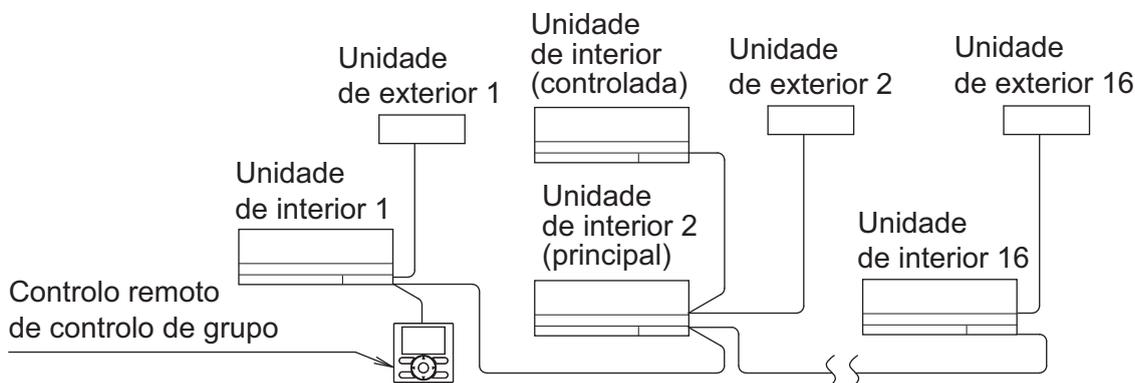

Fig. 28
- Ao utilizar como uma unidade par ou como unidade principal para o funcionamento de unidades múltiplas simultâneas, pode efetuar um controlo simultâneo de arranque/paragem (grupo) até 16 unidades com o controlo remoto. **(Consulte a Fig. 28)**